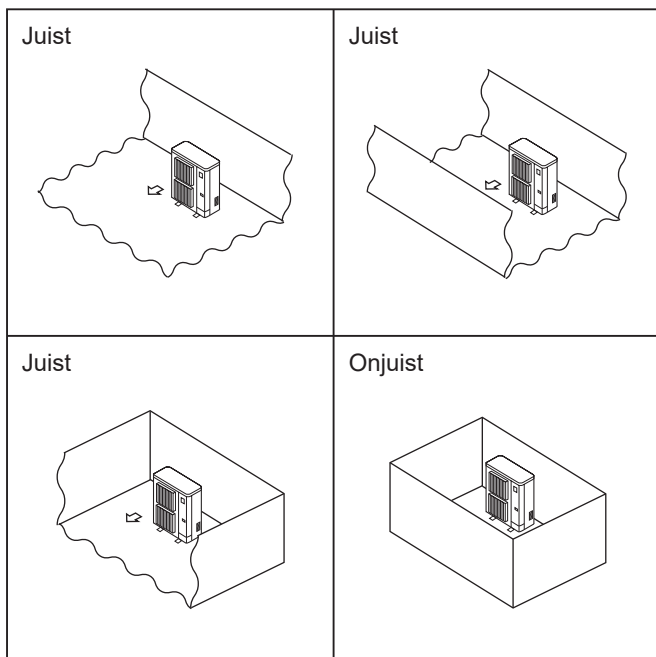

Fig. 2-1
- ⊙ Installeer buitenapparaten op een plaats met minimaal een van de vier zijden open en in een ruimte zonder verlagings die voldoende groot is. (Fig. 2-1)